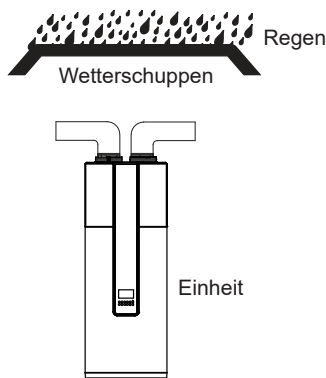

Abb. 3-13
- Im Falle von Regen, der in die internen Komponenten des Geräts eindringt, kann die Komponente beschädigt werden oder eine physische Gefahr verursachen. (Abb. 3-13)
- In Bezug auf die Verbindung des Geräts mit dem Kanal, der nach außen reicht, muss eine zuverlässige wasserbeständige Maßnahme am Kanal durchgeführt werden, um zu verhindern, dass Wasser in das Innere des Geräts eindringt. (Abb. 3-13)